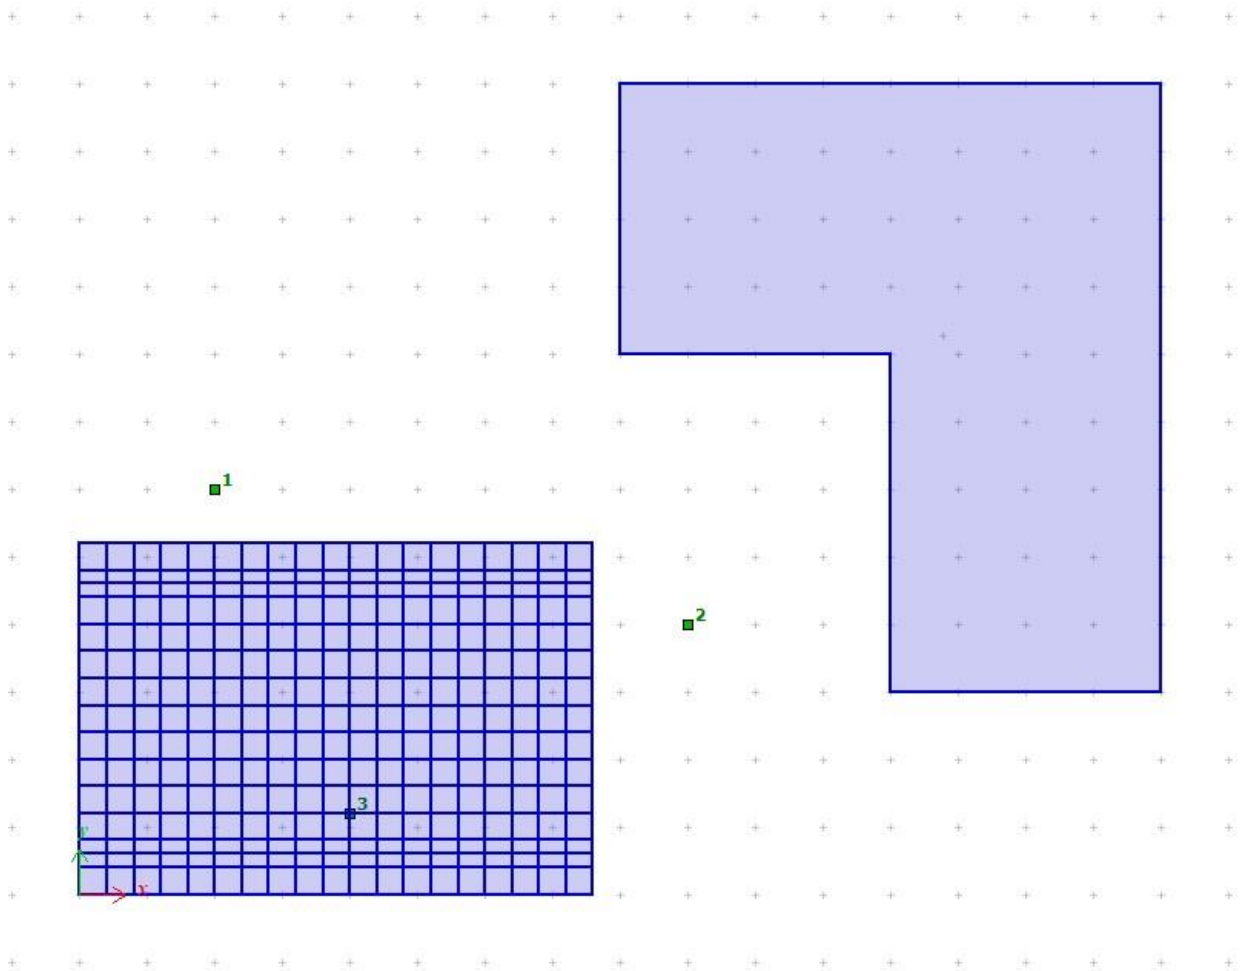

Рис. 9.25. Прив'язка контуру навантаження на сітці ґрунту
- В графічному вікні з'явився контур навантаження (рис. 9.25).